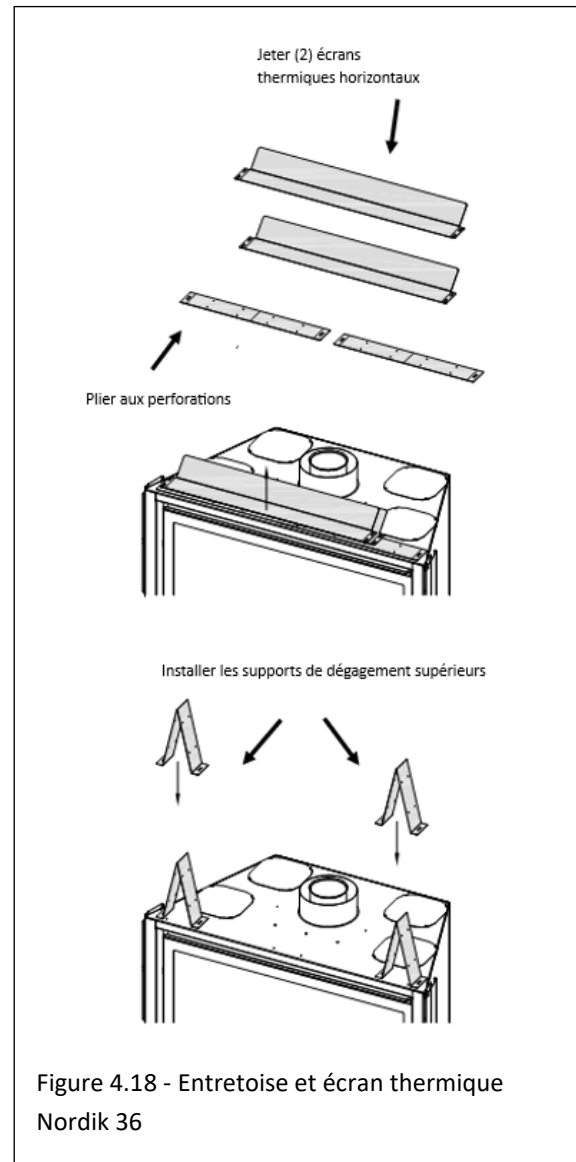

Figure 4.18 - Entretoise et écran thermique Nordik 36
7. Installez l'ensemble d'espacement sur le dessus de l'appareil. Voir Figure 4.18. Retirez et conservez les (4) vis fixant les écrans thermiques et les supports d'espacement sur le dessus du foyer. Formez chaque support d'espacement supérieur en pliant les perforations, comme illustré. Alignez les trous dans les entretoises supérieures formées avec les trous dans le dessus du foyer. Fixez avec les (4) vis précédemment retirées ainsi que les (4) vis situées sur le dessus du foyer.
8. Jetez les (2) écrans thermiques horizontaux.
11. Fixez la tuyauterie de tous les (4) colliers de décollage du plénum à tous les (4) colliers de décollage du foyer. Si vous montez le plénum à 10 pi ou moins au-dessus du foyer, utilisez (1) kit #KZK-410-6 ou un conduit d'air approuvé UL-181 Classe 0. Si vous montez le plénum entre 10 pi et 20 pi au-dessus du foyer, vous aurez besoin de (2) kits #KZK-410-6 et d'un conduit d'air approuvé #KZK-CPL6 ou UL-181 classe 0.
13. Installez les grilles d'aération fournies avec le kit à l'aide de (4) vis au total.